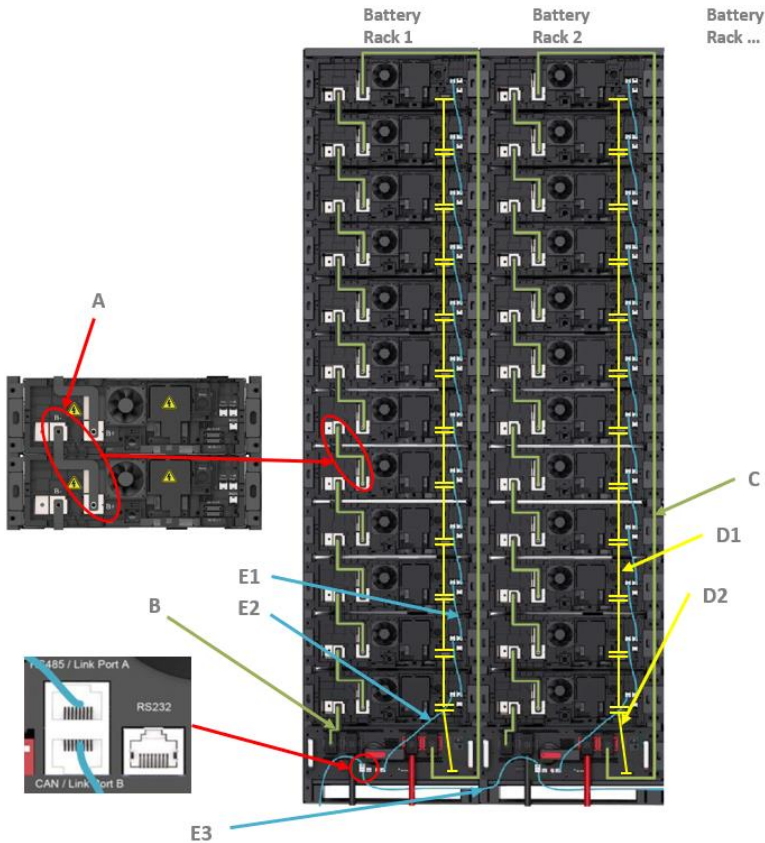
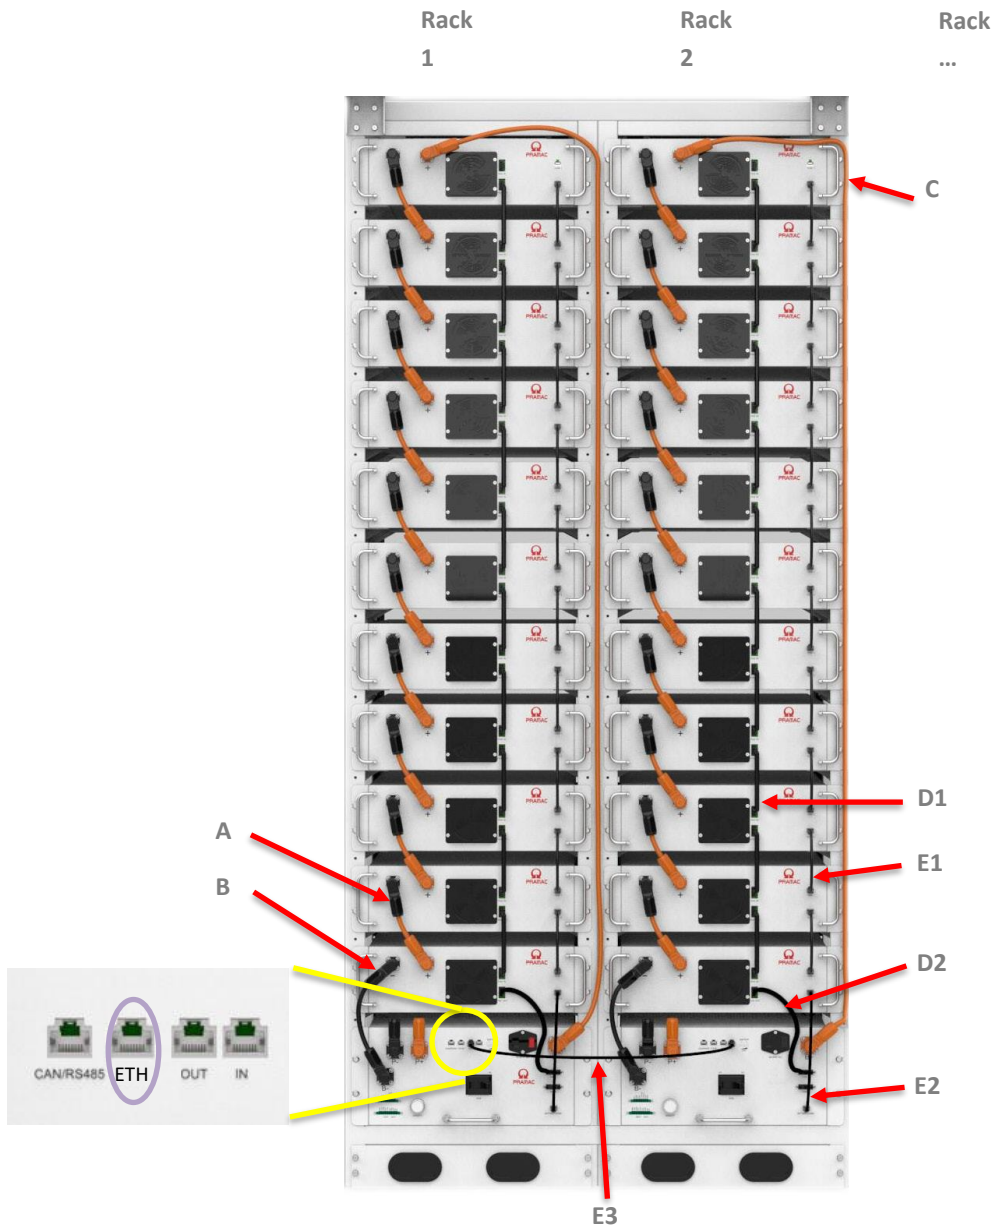

Figura 3-11: Panoramica del cablaggio del rack di BSC MAX Pro
Figura 3-13: Panoramica del cablaggio di BSC PWR
- Collegare il cablaggio DC come mostrato (linee A, B e C – vedere "Figura 3-11: Panoramica del cablaggio del rack di BSC MAX Pro").
Vedere la Figura 3-11: Panoramica del cablaggio del rack di BSC MAX Pro e la Figura 3-13: Panoramica del cablaggio di BSC PWR.